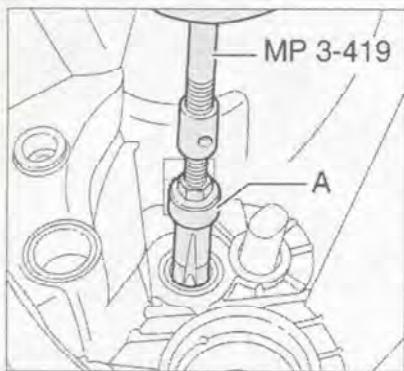

Рис. 7.78. Извлечение роликового подшипника.
4. Выпрессуйте игольчатый подшипник с помощью съемника Kukko 21/4 (A) (рис. 7.78). При этом повреждается пластмассовая втулка подшипника.